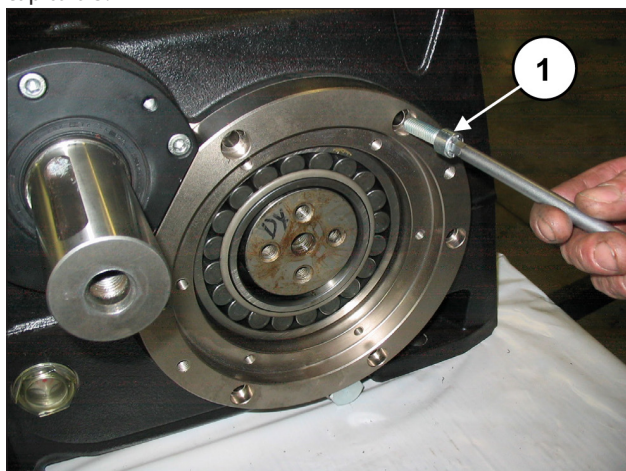

Fig. 75
Serrare i coperchi portacuscinetto mediante 6+6 viti M10x30 (pos. ①, Fig. 75).